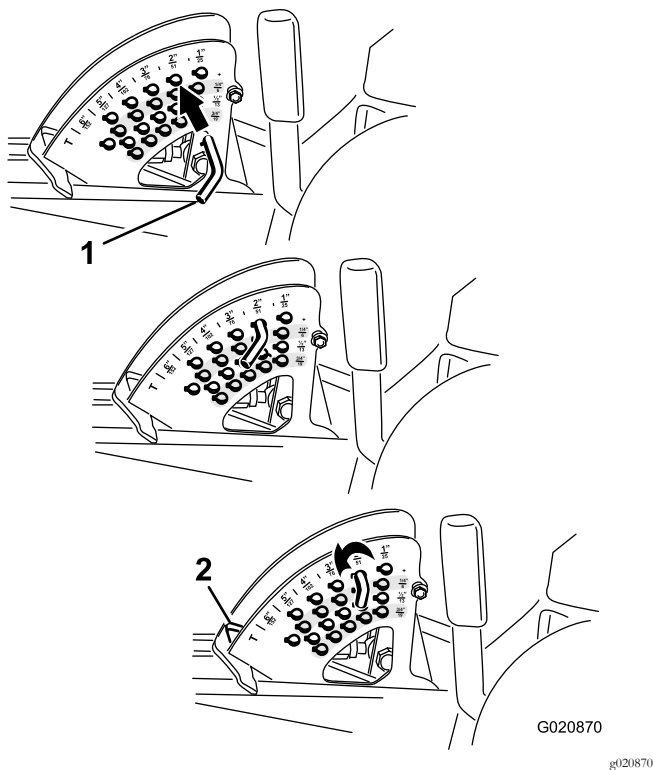

Figura 27
2. Girate la spina di arresto fin quando la spina interna non è allineata con gli intagli previsti nei fori della staffa dell'altezza di taglio, e toglitela (Figura 27).
3. Nella staffa dell'altezza di taglio scegliete un foro corrispondente all'altezza di taglio richiesta, inserite la spina e bloccatela per mantenere questa posizione (Figura 27).
Nota: Vi sono 4 file di fori di posizionamento (Figura 27). La fila superiore fornisce l'altezza di taglio elencata sopra la spina. La seconda fila fornisce l'altezza elencata più 6 mm. La terza fila fornisce l'altezza elencata più 12 mm. La fila inferiore fornisce l'altezza elencata più 18 mm. La posizione di 15,8 cm ha un solo foro, situato nella seconda fila, che non aggiunge 6 mm alla posizione.